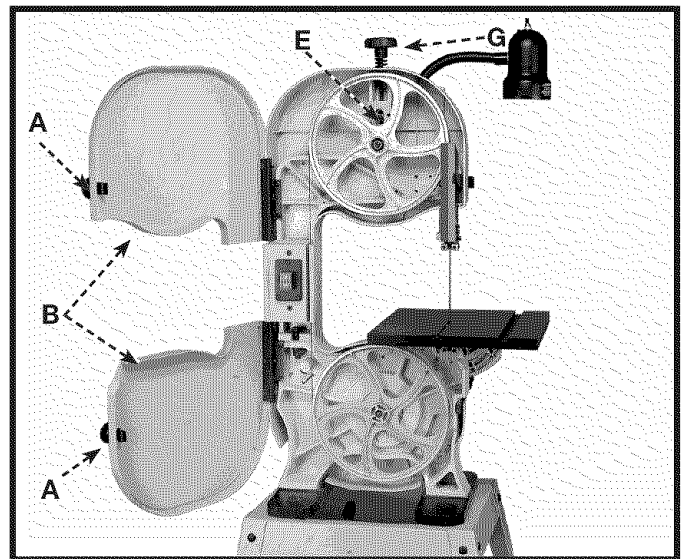

Fig. 35
1. Presione los pestillos de la puerta (A) Fig. 35 y abra la puerta (B) según lo ilustrado.
3. Para liberar la tensión en la banda vio hoja afloje el tornillo (E) y la vuelta de perilla de tensión (G) Fig. 35 a la izquierda.
9. Cierre la puerta (B) Fig. 35 antes de poner la sierra en funcionamiento.